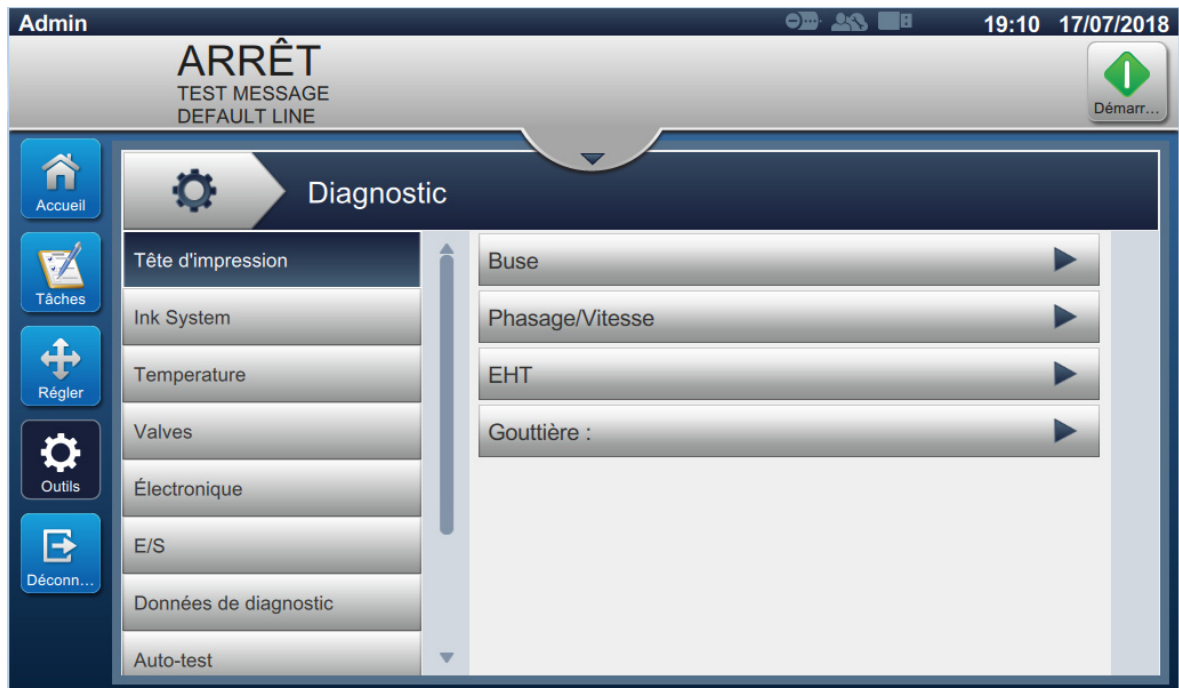

Figure 6-23 : Diagnostic
1. Appuyez sur le bouton  dans l'écran Outils. L'écran Diagnostic s'ouvre, tel qu'illustré à la Figure 6-23.